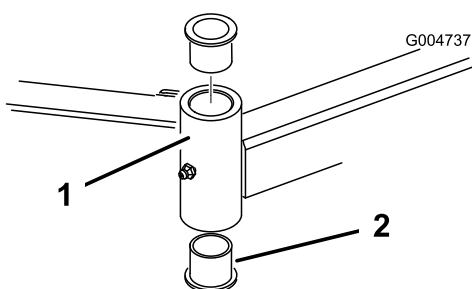

Figura 88
4. Inserte un botador fino en la parte superior o inferior del tubo de montaje y dé golpes hasta retirar el casquillo del tubo (Figura 88). Retire también el otro